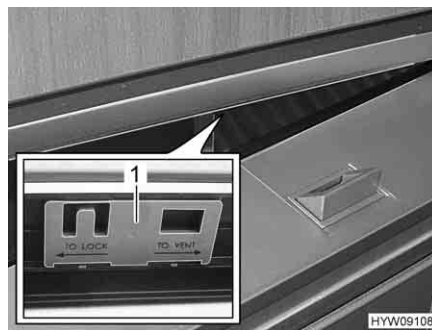

Fig. 79 Porta del frigorifero in posizione di ricircolo d'aria
- Spingere il cursore (Fig. 79,1) verso destra.